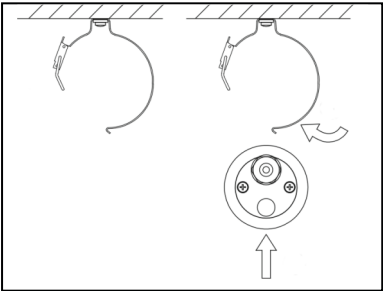

Рис. 2
- 5.12 Закрепите скобы на поверхность установки и вставьте в скобы осветительный прибор (рис. 2).